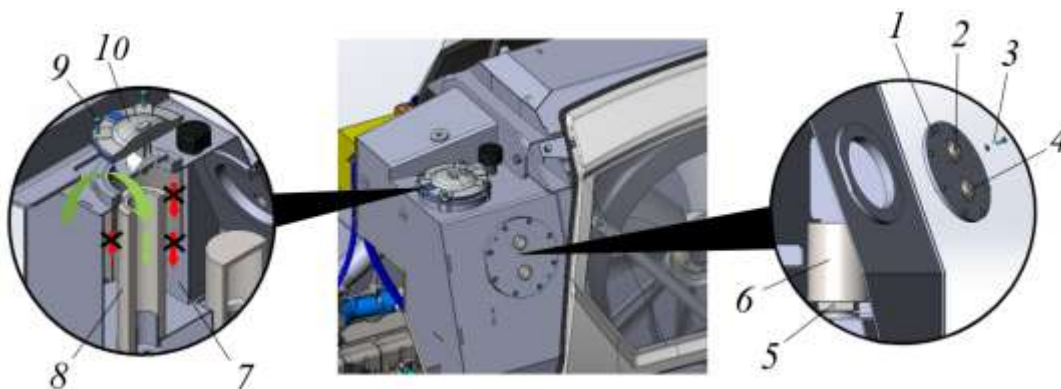

Рисунок 5.45. Процедура замены фильтр элемента в линии всасывания
- ▶ Ключом (S=13) выкрутить болты с шайбами 3 по периметру сервисного люка 1, см. рис. 5.45.
- Очистить крышку фильтра 10 и зону рядом с ней от загрязнений, см. рис. 5.45.
- Снять крышку фильтра 10 и через фильтр 8 в сливной линии залить масло в бак. Масло заливать внутрь фильтра, см. рис. 5.45 показано зеленой стрелкой.
- Проверить уровень масла в баке посредством смотровых окон, 2, 4, рис. 5.45. Верхнему-нормальному (*max*) значению соответствует уровень масла, закрывающий на половину верхнее смотровое окно 2. Минимальному (*min*) соответствует уровень масла, закрывающий на половину нижнее смотровое окно 4.
- Установить крышку фильтра 10, закрепив ее на баке используя болты с шайбами 9, см. рис. 5.45. болты затянуть моментом 41...46 Н*м.